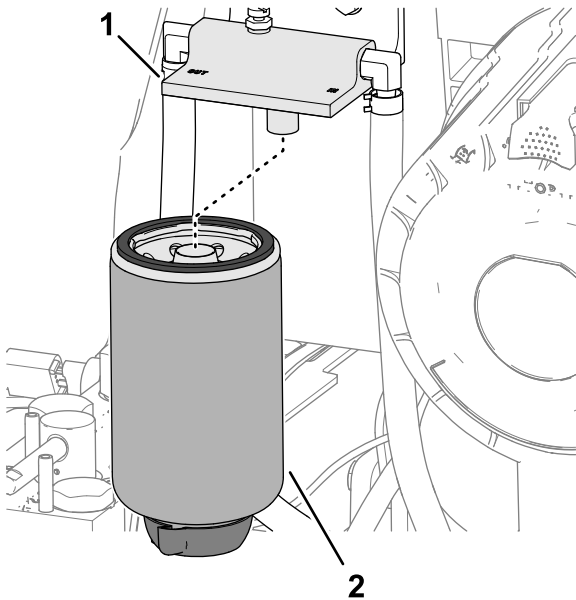

Figura 83
2. Limpie el filtro del separador de combustible/agua y la cabeza del filtro (Figura 83).